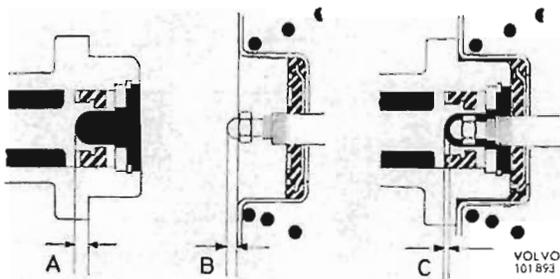

Abb. 59 Einstellung der Druckstange
1. Damit der Hauptzylinder richtig funktionieren kann, darf die Druckstange vom Servobremsszylinder nicht den Primärkolben daran hindern, in Ruhelage zurückzugehen. Zwischen beiden soll deshalb bei Ruhelage stets ein gewisses Spiel (Maß C, Abb. 59) vorhanden sein.
Zentrum des Primärkolbens messen, Maß A, Abb. 59. Danach abmessen, wie weit die Druckstange (Stellschraube) über die Flanschebene des Servobremsszylinders hinausragt, Maß B. Bei dieser Messung soll die Druckstange ganz eingedrückt sein und außerdem Unterdruck im Zylinder herrschen (ggf. Motor anlassen). Die Differenz zwischen den Maßen A und B ergibt das Spiel C, das 0,5–1,5 mm betragen soll. Bei Einstellung wird die Stellschraube (4, Abb. 81) mit ein paar Tropfen Sicherungsflüssigkeit, Locktite, Typ B abgesichert.